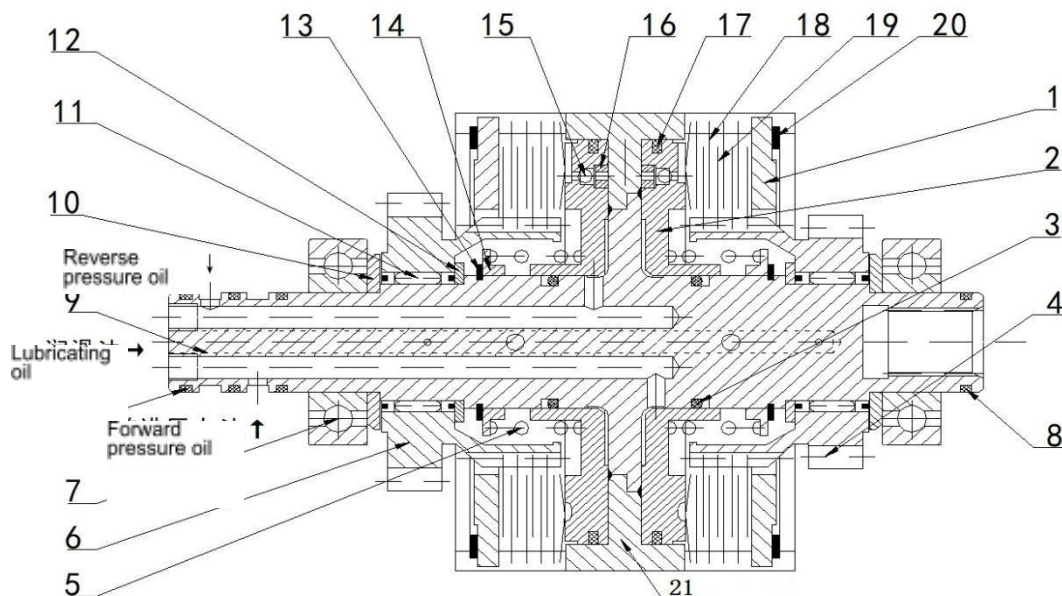

Figura 7 Diagramma strutturale del gruppo frizione YQX38-1000
Lo schema strutturale del gruppo frizione YQX38-1000 è mostrato in Figura 7. Viene utilizzato nel cambio idraulico JHTY30B. Il gruppo frizione è costituito da componenti quali l'albero di ingresso (9), la marcia avanti (4), il pistone (2), la campana frizione (22), il disco di attrito (19), il distanziale (18), la molla di ritorno (5), la retromarcia (6) e l'anello di tenuta (8). Le frizioni sinistra e destra sono frizioni idrauliche multidisco a bagno d'olio, ciascuna dotata di quattro distanziali e dischi di attrito assemblati alternativamente. La campana frizione e l'albero di ingresso sono saldati insieme e l'olio in pressione viene distribuito dalla valvola di controllo per entrare nella frizione avanti o indietro, consentendo il cambio di marcia avanti e indietro. Il cerchio esterno del pistone presenta un anello di tenuta (6) e l'albero di ingresso è dotato di una guarnizione O-ring (3) per garantire la tenuta durante il funzionamento della frizione. In folle, l'olio in pressione non entra nella frizione e il pistone ritorna sotto la forza della molla di ritorno, separando il distanziale dal disco di attrito. Quando si cambia marcia, la pressione dell'olio agisce sul pistone, facendo sì che il distanziale si innesti con la piastra di frizione e trasmetta la potenza dal convertitore di coppia alla marcia avanti o alla retromarcia tramite attrito.